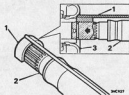

Abb. G.13
- Beim Einsetzen der Antriebswelle in das Innengelenk Werkzeug 18G 1241 auszuschießen, das Sprünge vermeiden; siehe Abb. G.13.